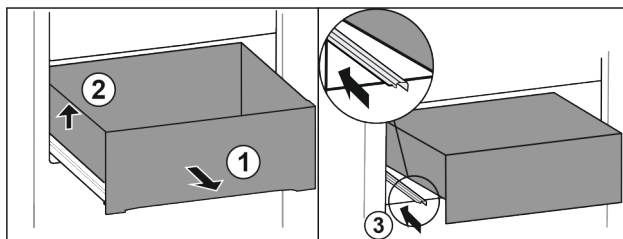

Fig. 159
- ▶ Træk skuffen ud indtil anslag. Fig. 159 (1)
- ▶ Løft skuffen i venstre side. Fig. 159 (2)
- ▶ Skub den venstre skinne ind. Fig. 159 (3)